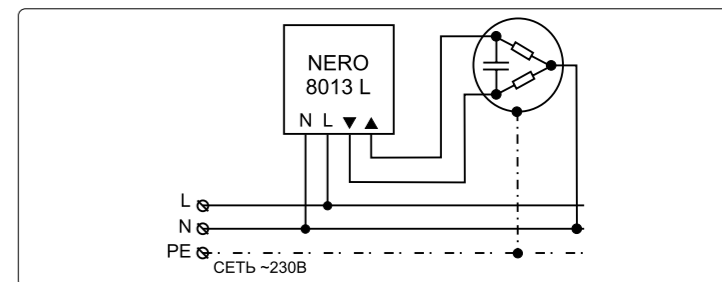

Рисунок 1. Схема подключения Nero 8013L
- Ознакомиться со стандартной схемой подключения (см. рис. 1).
• Подключить синий (голубой) провод привода с помощью дополнительного клеммного соединителя к «нейтраль» питающей сети (см. рис. 1).
• Подключить провод направления «ВВЕРХ» электропривода к контакту «▲» устройства (см. рис. 1).
• Подключить провод направления «ВНИЗ» электропривода к контакту «▼» устройства (см. рис. 1).
• Подключить к контакту «N» устройства «нейтраль» питающей сети ~230 В (см. рис. 1).
• Подключить к контакту «L» устройства «фазу» питающей сети ~230 В (см. рис. 1).